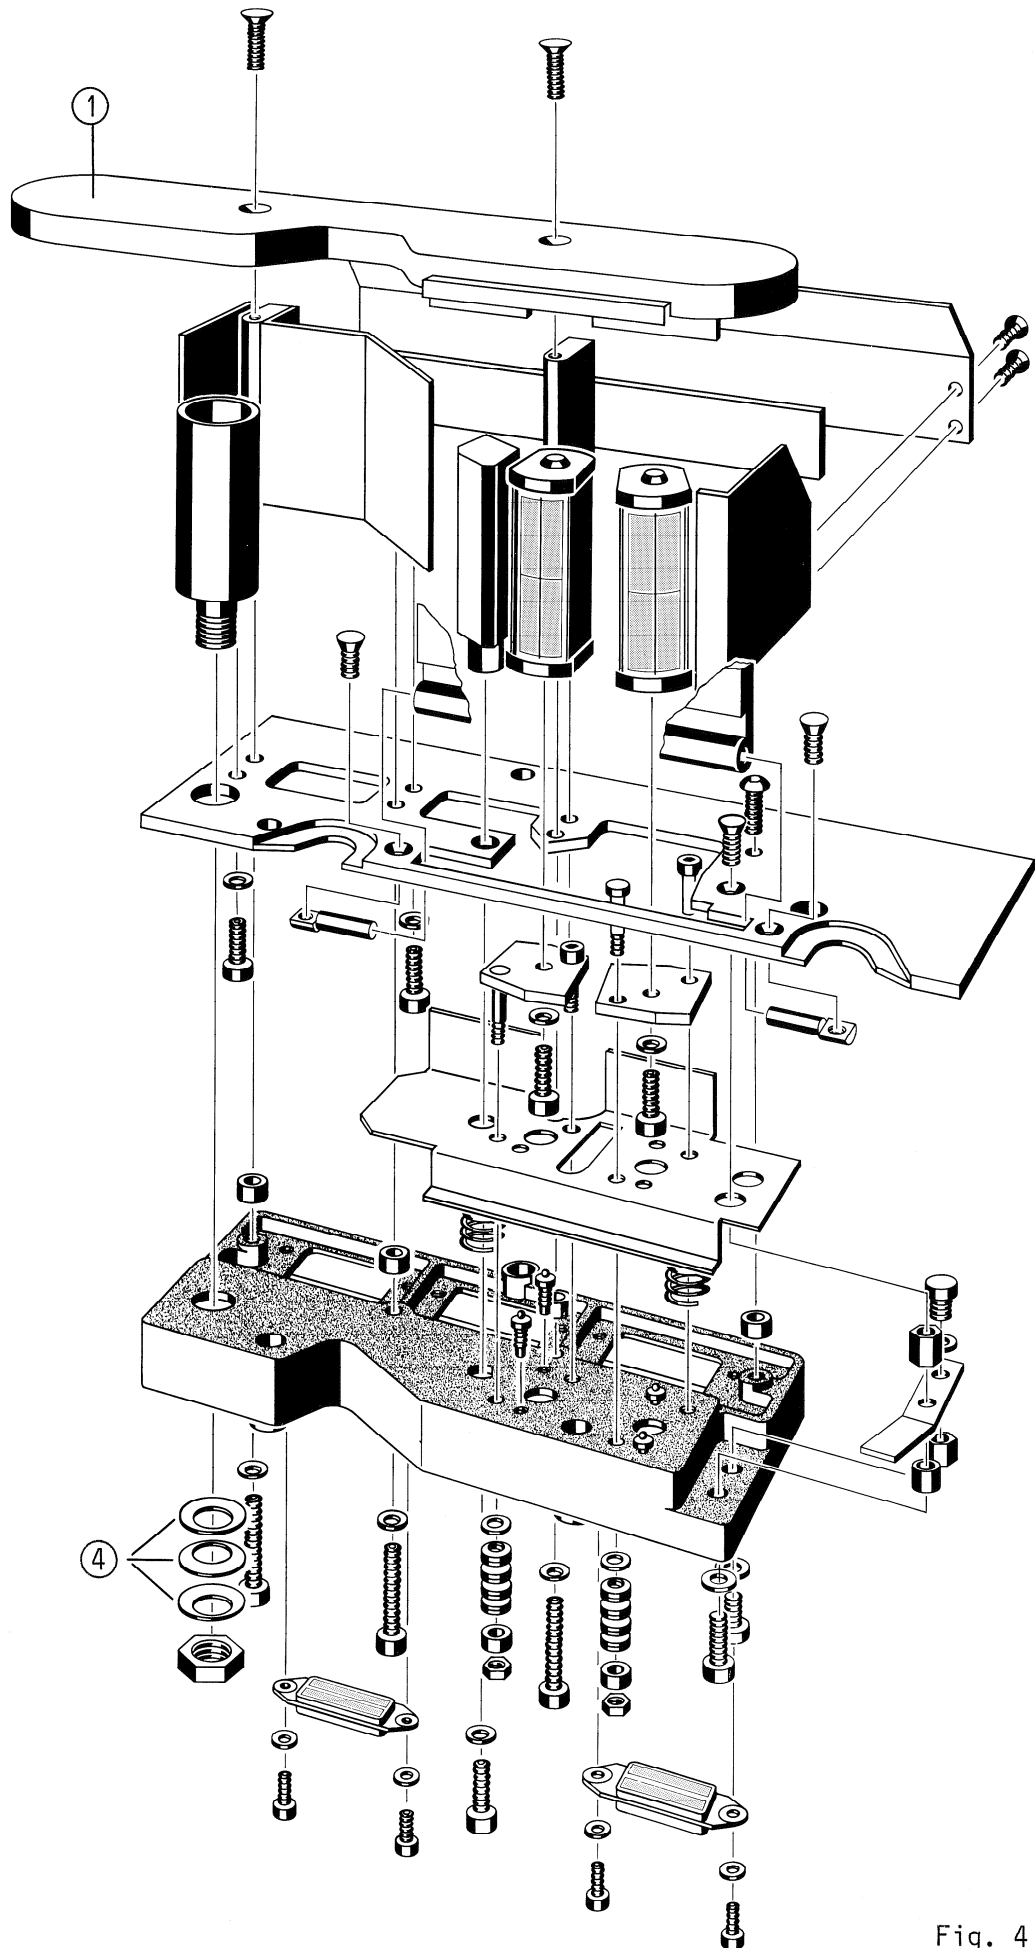

Fig. 4
Kopfträger-Abdeckung (1) Bild 4 entfernen.